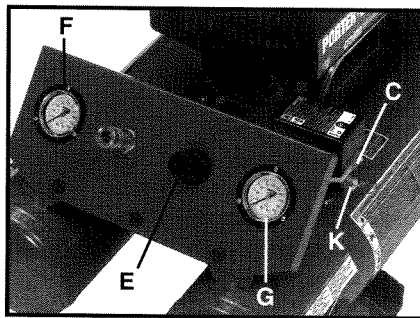

Fig. 3
**Interruptor de ENCENDIDO/AUTO-APAGADO (C), Fig. 3:** Ponga este interruptor en la posición de ENCENDIDO para suministrar alimentación al conmutador automático activado por presión prefijada y en la posición de APAGADO para interrumpir el suministro de alimentación al final de cada uso.
**Regulador (E), Fig. 3:** La presión del aire que viene del tanque de aire se controla mediante el regulador. Tire hacia arriba del pomo del regulador para DESBLOQUEARLO. Gire el pomo del regulador en el sentido de las agujas del reloj para aumentar la presión y en sentido contrario al de las agujas del reloj para reducirla. Para evitar tener que hacer algún reajuste menor después de hacer un cambio en la graduación de la presión, aproxímesse siempre a la presión deseada desde una presión menor. Cuando reduzca la presión de un valor más alto a uno más bajo, reduzca primero la presión a un valor inferior al deseado y luego aumentela hasta el valor deseado. Según los requisitos de aire de cada accesorio específico, es posible que
**Manómetro de salida (F), Fig. 3:** El manómetro de salida indica la presión de aire disponible en el lado de salida del regulador. Esta presión es controlada por el regulador y siempre es menor o igual que la presión del tanque. Consulte la sección “Procedimientos de funcionamiento”.
**Manómetro del tanque (G), Fig. 3:** EL manómetro del tanque indica la presión del aire de reserva del tanque.
**Válvula de seguridad (K), Fig. 3:** Si el conmutador activado por presión prefijada no apaga el compresor de aire al alcanzar el punto de presión de desconexión, la válvula de seguridad protegerá contra la presión alta “disparándose” cuando se alcance su presión ajustada de fábrica (un valor un poco mas alto que el punto de presión de desconexión del conmutador activado por presión prefijada).